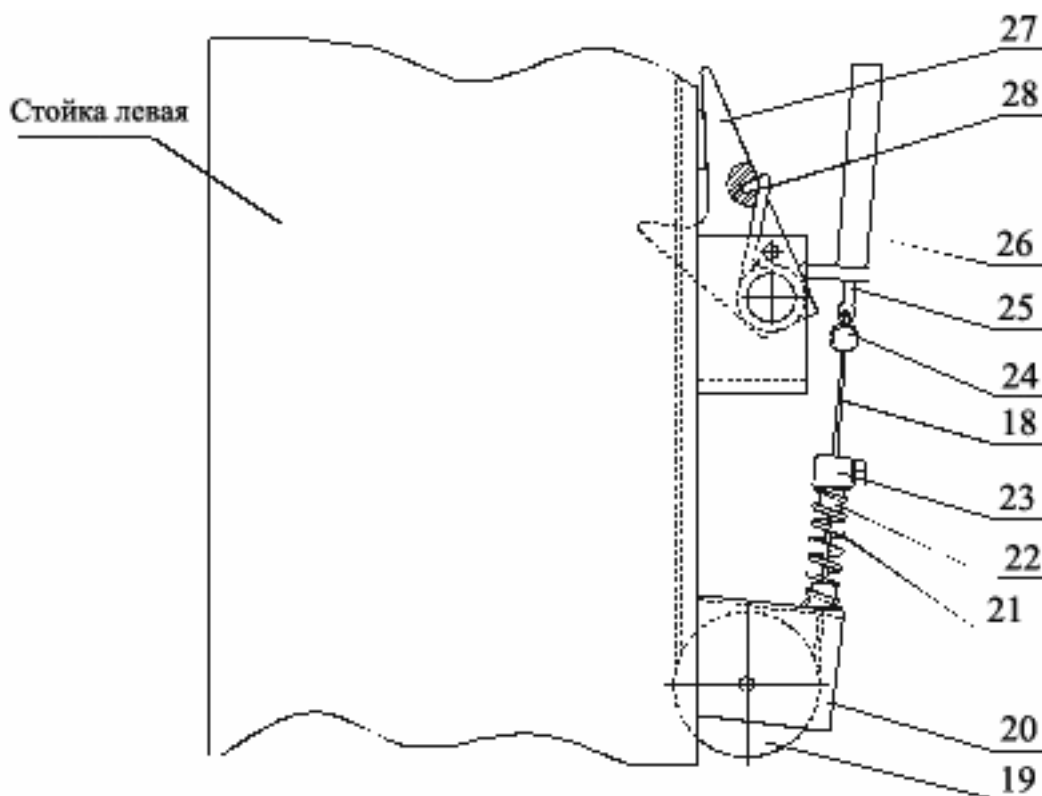

Рисунок 11. Система стопорения кареток
6.7 Установить тросик системы стопорения (рисунок 11). Для этого снять крышку, закрывающую стопор-защелку на левой стойке, отвернув два болта. Тросик 18 системы стопорения, закрепленный на правой стойке (с насосной станцией), протянуть через блоки и направляющие трубки в верхней поперечной балке на стойку левую и вывести через блок 19 и отверстие в кронштейне 20 наружу. На свободный конец тросика надеть пружину 21 со втулками 22, выбрать слабины тросика и затянуть зажим 23.